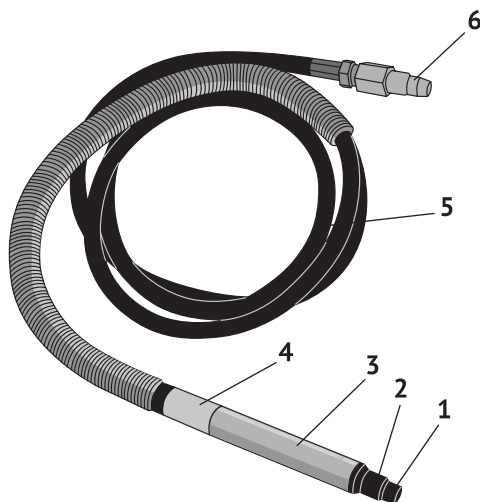

рис. 1
Включение гравёра осуществляется поворотом кольца выключения (рис.1 поз.4) по часовой стрелке. Отключение гравёра осуществляется поворотом кольца против часовой стрелки.
4.1 Общий вид гравёра схематично представлен на рис. 1
Основные элементы гравёра: ротационный пневмодвигатель и пусковое устройство расположены в металлическом корпусе (рис.1 поз.3), выполненном в виде карандаша. Такая форма удобна как для работы при хвате «пером» (работа с мелкими надписями, деталями), так и при охвате инструмента всей ладонью.
В передней части гравёра расположен цанговый патрон (рис.1 поз.2) в который крепятся насадки для проведения различных работ.
Включение гравёра осуществляется поворотом кольца выключения (рис.1 поз.4) по часовой стрелке, открывая доступ сжатого воздуха к пневмодвигателю. Отключение гравёра осуществляется поворотом кольца против часовой стрелки.
- зафиксировать ключом цанговый патрон (рис.1 поз.2);
- вторым ключом (ключи входят в комплект поставки) ослабить гайку цанги (рис.1 поз.1);
6.4 Перед соединением шланга для подачи воздуха с гравёром, его необходимо предварительно продуть. Добавьте 4 - 5 капель масла во входной штуцер (рис.1 поз.6) шланга гравёра для смазки внутренних механизмов.
- подсоедините один конец воздушного шланга к компрессору, а второй – к входному штуцеру (рис.1 поз.б) шланга пневматического гравёра;